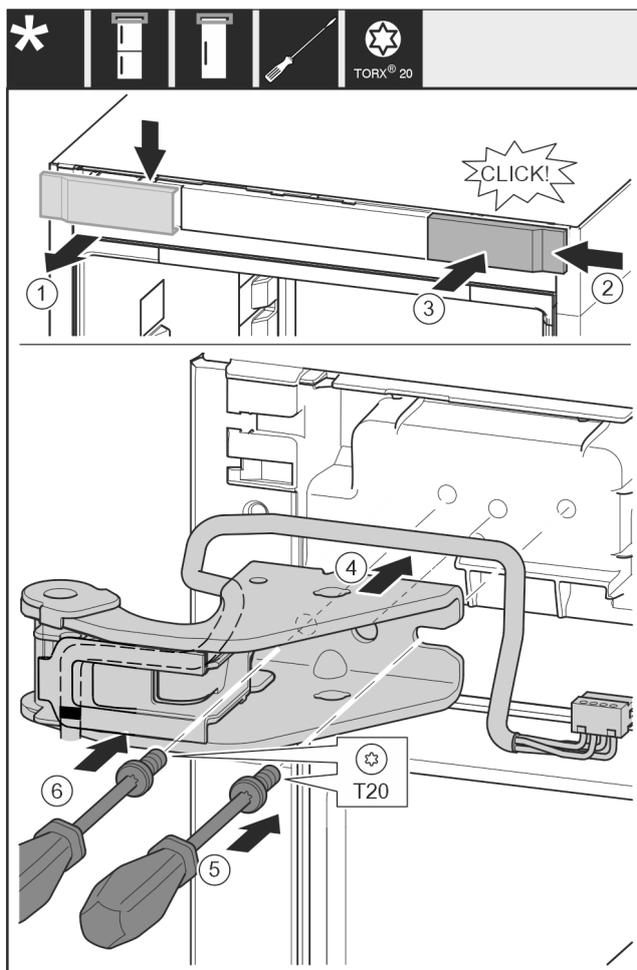

Fig. 32
- ▶ Detașați apărătoarea de sus spre înainte. Fig. 32 (1)
- ▶ Acroșați pe cealaltă parte din dreapta capacul rotit cu 180°. Fig. 32 (2)
- ▶ Fixați în poziție apărătoarea. Fig. 32 (3)
- ▶ Așezați suportul de lagăr superior. Fig. 32 (4)
- ▶ Așezați și înșurubați ferm șurubul cu șurubelnița T20. Fig. 32 (5)
- ▶ Introduceți și înșurubați ferm șurubul cu șurubelnița T20. Fig. 32 (6)